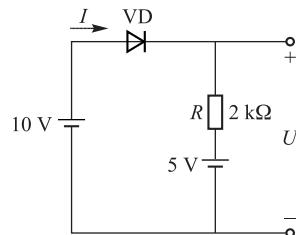

图 1-13 例 1-1 图
**【例 1-1】** 判断图1-13中二极管是导通还是截止。计算流过二极管的电流I及输出电